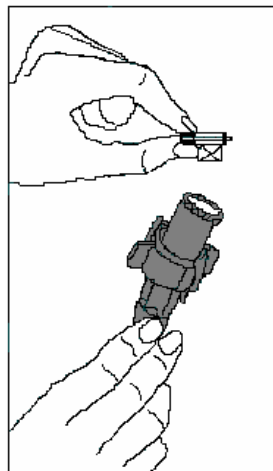

Fig.11
- Nettoyez le filtre du tuyau d'arrivée d'eau côté robinet en les retirant manuellement avec le joint (Fig. 11).